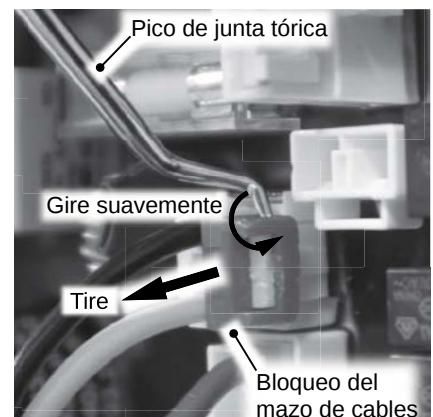

Figura 22 - Retiro del bloqueo del mazo de cables rojo.
- 17** En el punto de conexión B, use un pico de junta tórica para aplicar presión en el punto que se muestra en la Figura 22 mientras saca el mazo de cables de la placa. Retire el "retén" y déjelo a un lado en un lugar seguro para volver a instalarlo.